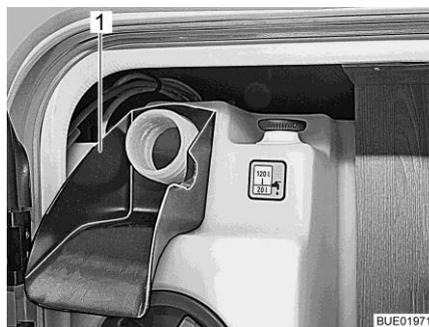

Fig. 254 Ayuda de llenado
- Ixeo I: Encajar la ayuda de llenado (Fig. 254,1) en el tubo de llenado de agua potable.